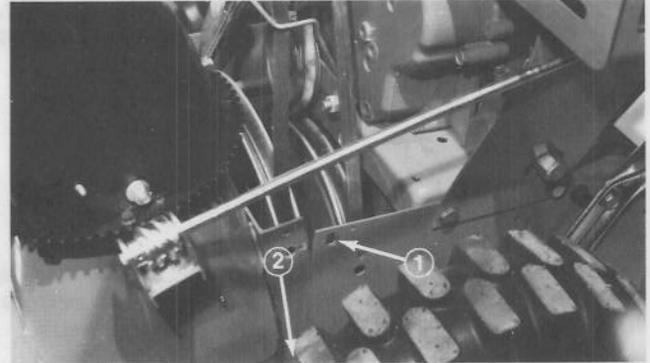

Figure 37
3. Enlevez les deux vis à collerette du haut et desserrez les deux écrous de blocage du bas qui retiennent le carter de tarière et l'unité de traction ensemble (Fig. 37).
5. Fixez ensemble le carter ou logement de tarière et le bloc de traction en alignant les trous du haut et en installant deux vis à collerette (Fig. 37). Serrez les deux vis à collerette du haut et les écrous du blocage du bas (Fig. 37).